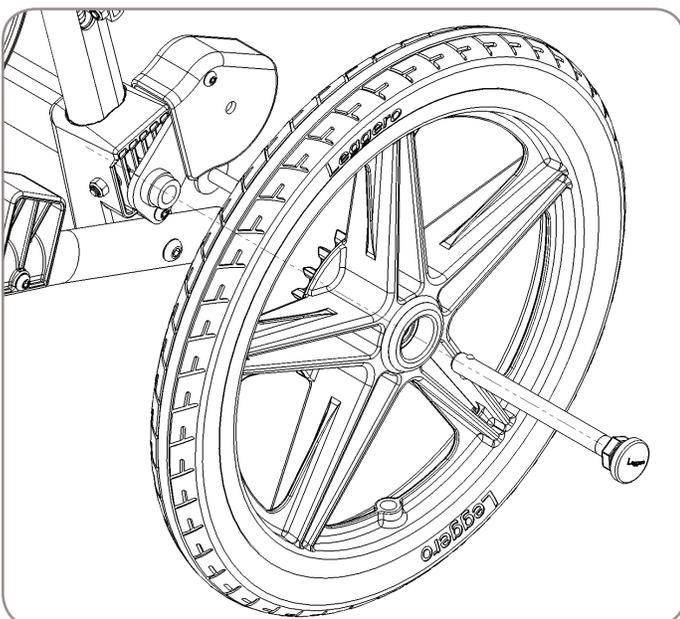

Figure 2
4. Installez les roues arrière, référez-vous à la figure 2.